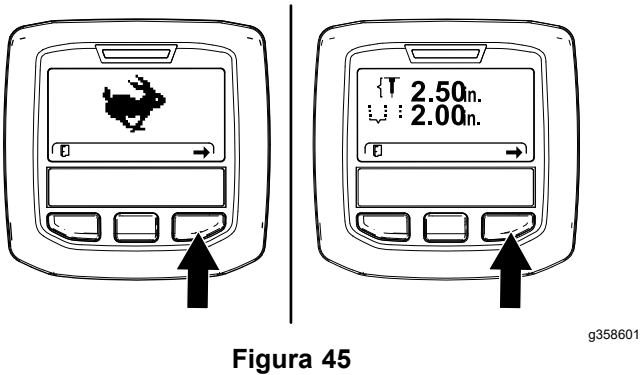

Figura 45
**Nota:** Aparece la pantalla de modo de TRANSPORT (Transporte) o la pantalla del modo de AERATE (Aireación) (Figura 45).